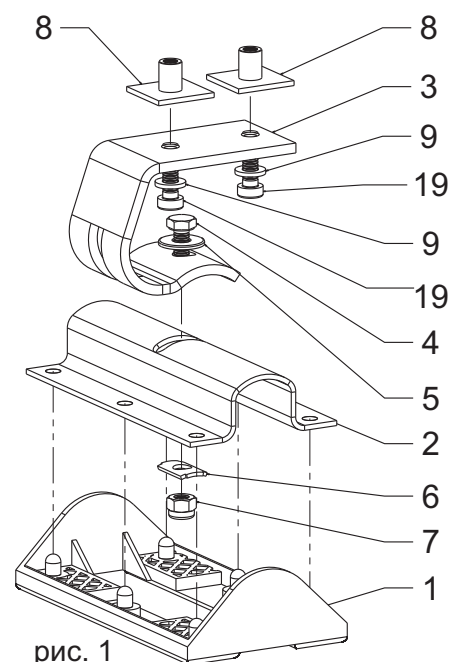

рис. 1
**1.** Соберите опоры багажника, как показано на [рис.1], для чего: